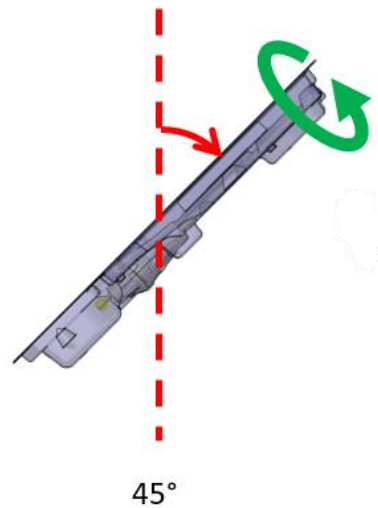

Abbildung 14: UA-Verpackung in 45°-Position
- c. Neigen Sie die UA-Verpackung ungefähr 45° von der vertikalen gepunkteten Linie (*Abbildung 14*). Drehen Sie die Verpackung langsam (ca. 5 Sekunden lang) um etwa 360°.